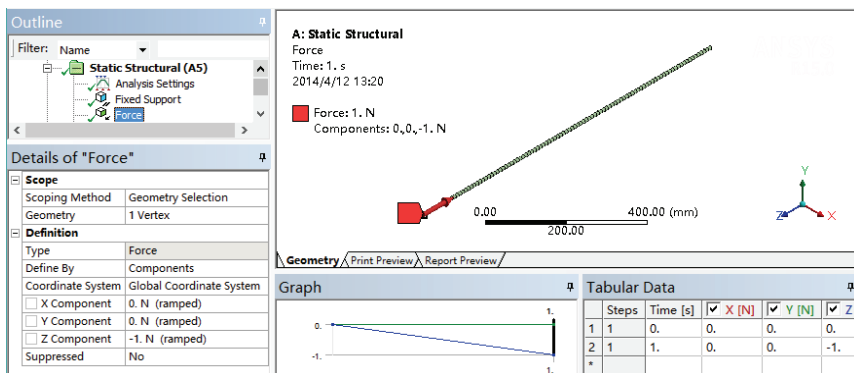

图 9-9 施加力
5) 选中 Force, 选择需要施加力的另一个顶点, 单击 Details of “Force” 细节窗口 Geometry 选项下的 Apply 按钮, 同时设置如图 9-9 所示。该设置施加了 Z 向大小为 1N 的力。